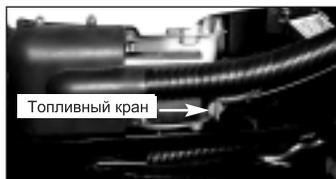

Fig. 7
2. Поверните топливный кран в положение ON. (Рис. 7)